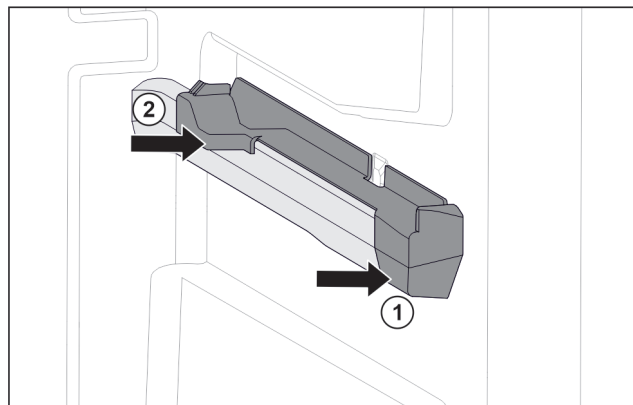

Fig. 75 Nasazovací díl na pravém žebrování na nádoby
- ▶ Nasadte nasazovací díl na žebrování na nádoby. Fig. 75 (1)
- ▶ Přitlačte nasazovací díl k zadní části. Fig. 75 (2)